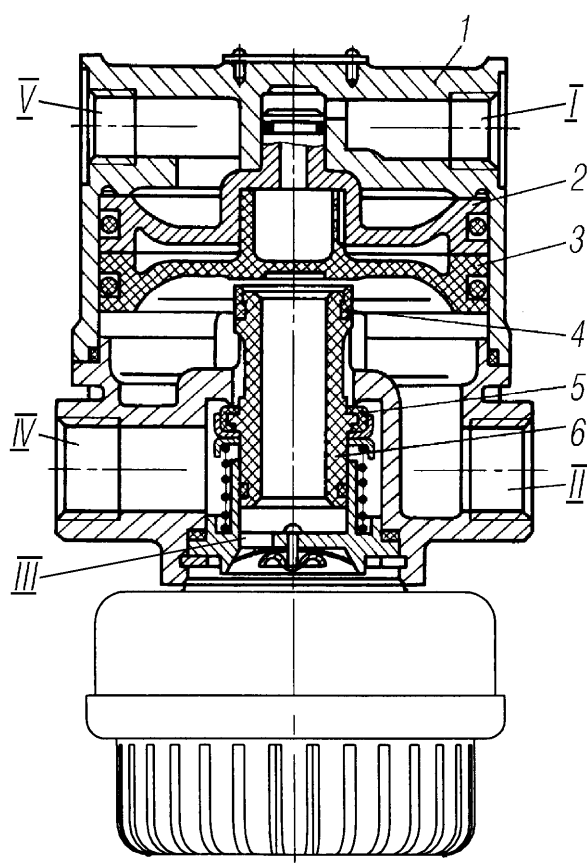

Рис. 54. Клапан ускорительный стояночной тормозной системы:
**Клапан ускорительный стояночной тормозной системы.** К выводу IV (рис. 54) подается сжатый воздух из воздушного баллона. Вывод I соединен с краном аварийного и стояночного тормозов, вывод II — с пружинными энергоаккумуляторами. К выводу V подается управляющее давление от ра-